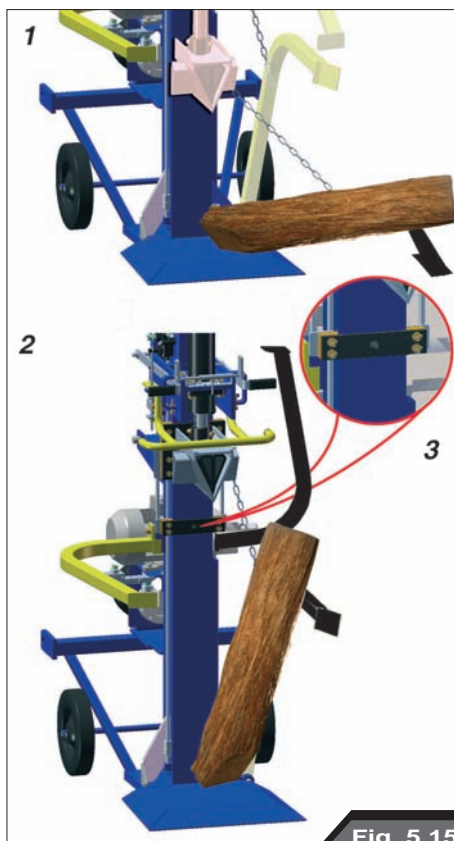

Fig. 5.15
- Adagiate il ceppo di legno come mostrato (Fig. 5-15, 1).
- **Disinserite la leva blocco di sicurezza portandola verso sinistra**. In questo modo si sbloccheranno entrambe le leve di comando ed il cuneo ritornerà in posizione iniziale portandosi con se l'aiuto guida ceppo (Fig. 5-15, 2).
- Prima di procedere con il taglio dovete fissare il vostro ceppo al cuneo ferma ceppo mostrato nell'ingrandimento (Fig. 5-15, 3).